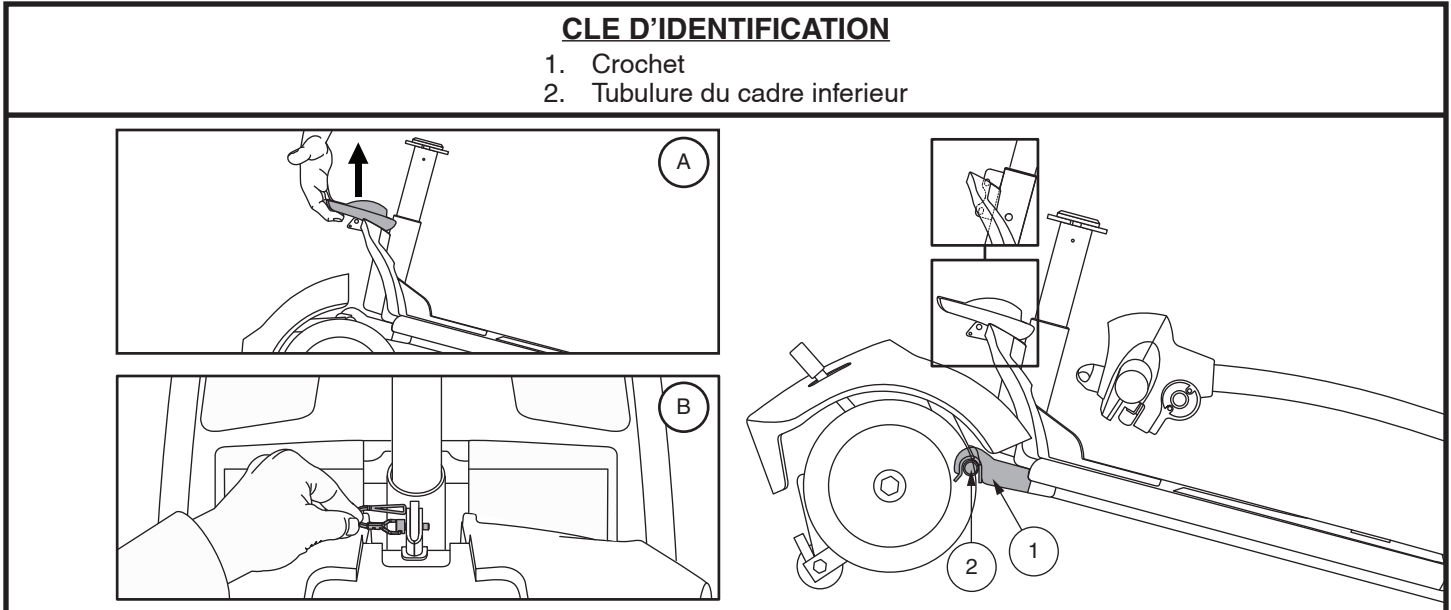

Figure 33. Levier de blocage du c adre (Style A) et Lib erez la goupille de verrouillage de blocage du ch assis (Style B)
4. Séparez doucement les sections du Travel Scooter. **Voir la figure 33.**
NOTE: Avant de d ebuter l'assemblage, basculez l eg erement la section arri ere du Travel Scooter vers ses rolettes antibasculer tel que montr e dans la figure 33.
1. Soulevez la section avant par le levier de blocage (ou le m at du si ege sur les mod eles 29, 36, 336, 83, et 84) et alignez les crochets avec la tubulure de la section arri ere. **Voir la figure 33.**
2. Une fois que les crochets du ch assis sont sur le tube inf erieur du ch assis, abaissez la section inf erieure avant et faites pivoter la section arri ere simultan ement. Ceci engagera le verrouillage du ch assis automatiquement pour les mod eles AAP4, 39, 40, 44, 40LX, 40X, 44X, 40E, 402E, 44E, 442E, 44LX, 49, 50LX, 50LXLIT, 53, 53HD, 54, 54LX, 54LXLIT, 54HD, 66, 67, 73, 74, et Jazzy ZTS. Pour les mod eles 29, 36, 336, 83, et 84, vous aurez besoin de r einstaller la goupille de verrouillage du ch assis pour terminer l'assemblage du corps. **Voir la figure 33.**